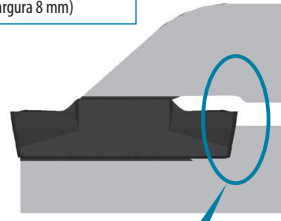

Fig. 2
4. Certifique-se de que não haja folga entre o inserto e a extremidade posterior da superfície do porta-ferramentas e que o inserto esteja ajustado reto. (Consulte as Fig. 2 e 3).